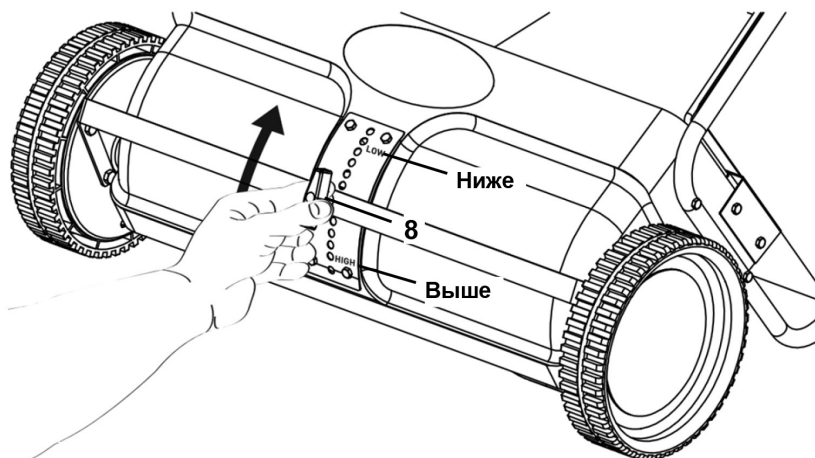

Рис. 12
Чтобы выбрать оптимальную высоту положения щетки машины над газоном, отверните винт 8 (рис. 12) против часовой стрелки. Переместите стопорный винт в верхние отверстия для того, чтобы опустить щетку, или в нижние отверстия для того чтобы поднять щетку. После регулировки закрутите стопорный винт (8) для фиксации выбранного положения щетки.